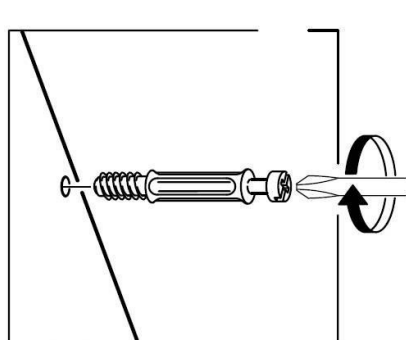

Рис. 1
1. В боковые стенки (150), (151), нижний щит (154), горизонтальный щит (153), заднюю стенку (157), перегородку (156), планку опорную (158) в имеющиеся отверстия установить эксцентрики Rastex 15\16 (низкие), а в перегородку (155) эксцентрики Rastex 15\22 (высокие), таким образом, чтобы стрелка была повернута в сторону отверстия в торце.
2. В установленные муфты эксцентриковых стяжек на боковых стенках (150), (151), крышке (152), горизонтальном щите (153) вернуть дюбели DU644, в соседние отверстия установить шканты (рис.1 и схема сборки). Также установить шканты на нижний щит (154).